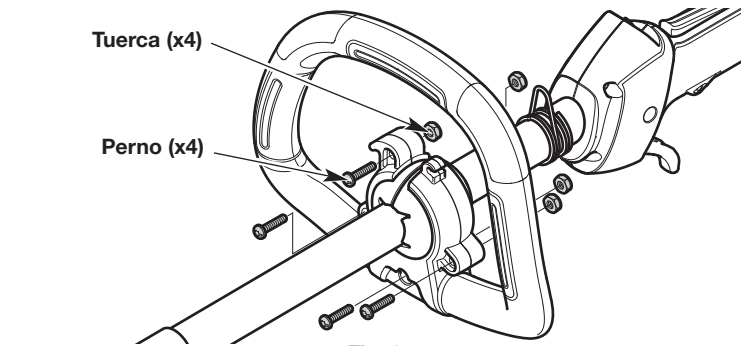

Fig. 6
5. Inserte una tuerca en una de las entrantes hexagonales de la parte posterior del soporte de la manija trasera (Fig. 6). Verifique que el lado redondo de la tuerca mira hacia afuera. Fije la tuerca en su lugar con un dedo. Inserte un perno en el correspondiente orificio del soporte de la manija delantera (Fig. 6). Ajuste el perno con un destornillador de cabeza plana o T20 Torx®. Repita este paso hasta que los cuatro (4) pernos estén bien instalados.